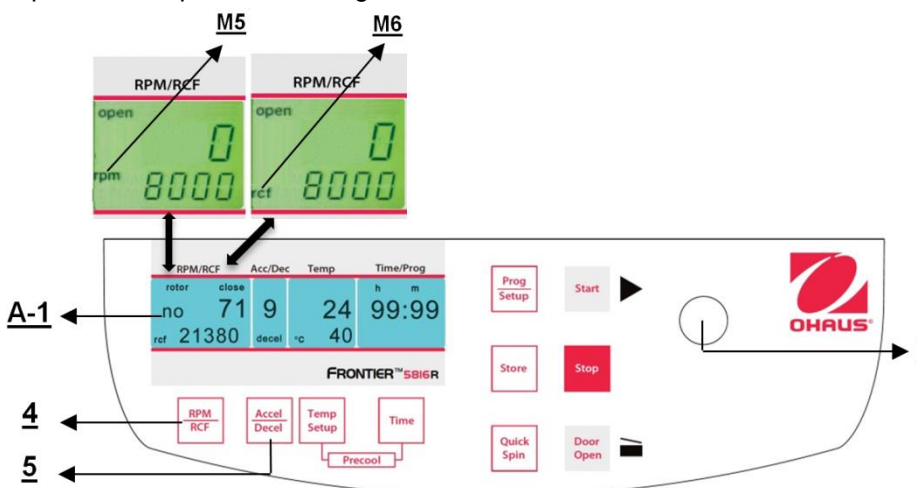

Figure. 16
Cette présélection est activée au moyen de la touche **"RPM | RCF"** (4) (voir la figure 16 ci-dessous). En appuyant sur la touche une fois, le mot **"rpm"** (M5) clignote. En appuyant sur la touche deux fois, il est possible de présélectionner les forces centrifuges. Le mot clignotant **"rcf"** (M6) apparaît alors. Il est possible de définir les valeurs désirées avec le bouton de réglage (1). Sur l'affichage (A-1), la valeur régulée est présentée en permanence, avant, pendant et après la centrifugation.